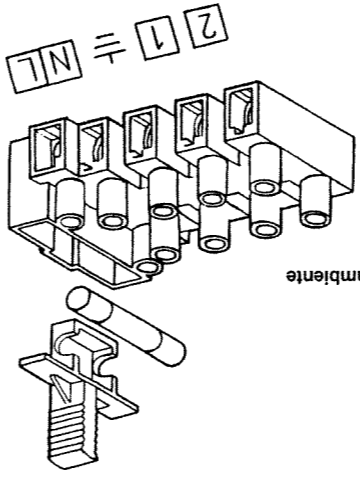

Figura 5
- * accedere alla morsettera di alimentazione (figura 5) come descritto al capitolo precedente;
- * togliere il ponticello presente sui morsetti (1) e (2);